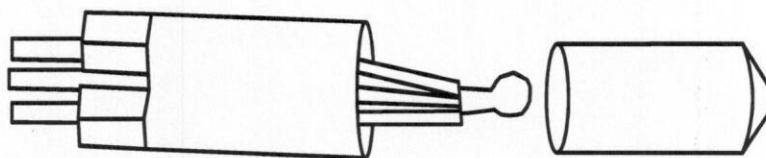

Рис. 10.
7.5. Для выполнения изоляции тщательно обмазать разогретым клеом-расплавом кабельное соединение так, чтобы не выступали металлические поверхности (рис.10).